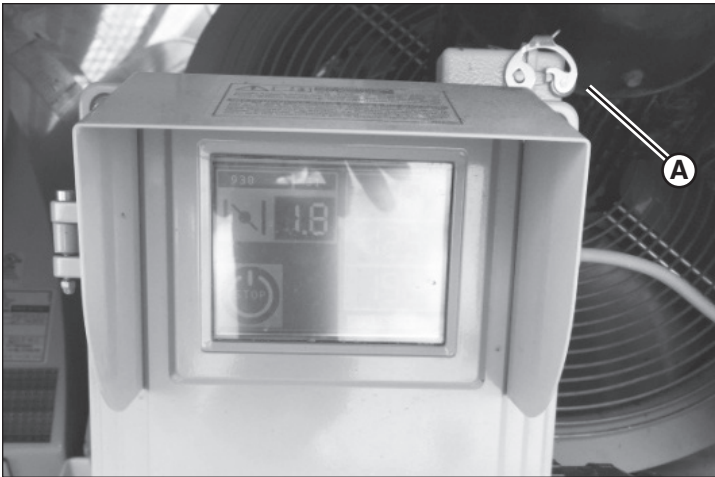

Figure 35
3. Repérer le couvercle de la prise pour le thermostat à distance dans le coin supérieur droit du module de contrôle de l'appareil de chauffage (A, Figure 35).